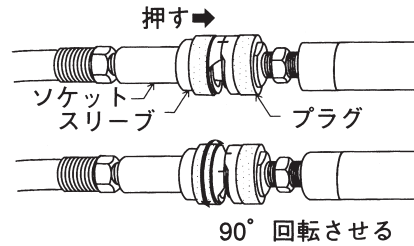

図4
- (1)セルフアークとポンプをホースで接続します。次の要領で接続してください。(図4)